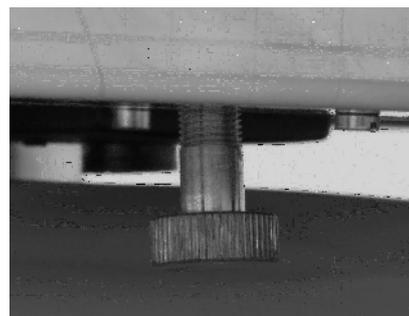

Abbildung 1, Einstellschraube für den Pumpendruck
7. Die Einstellung des Pumpendrucks erfolgt über die Einstellschraube an der Unterseite der Maschine (Abb. 1). Zum Ablesen des aktuellen Pumpendrucks spannen Sie den Filterträger mit eingesetztem Blindsieb in eine beliebige Brühgruppe ein und starten Sie an dieser durch Drücken der P-Taste einen Brühvorgang. Der derzeitig eingestellte Pumpendruck kann am Manometer abgelesen werden. Stoppen Sie nun den Bezug durch Drücken der P-Taste. Nehmen Sie jetzt den Einstellvorgang vor und wiederholen Sie anschließend Punkt 7 bis der gewünschte Druck erreicht ist.